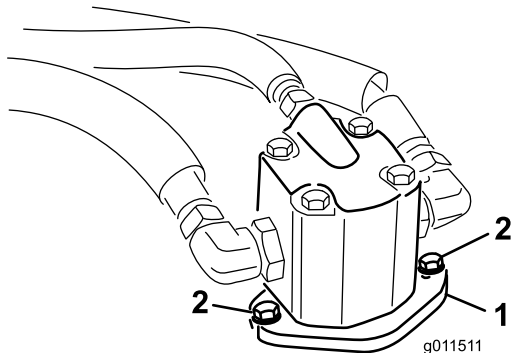

Figure 1
2. Enlevez les boulons qui fixent les moteurs hydrauliques au plateau de coupe (Figure 1). Soulevez les moteurs du plateau et posez-les à l'écart sur une surface propre. Veillez à ne pas endommager les accouplements en aluminium.